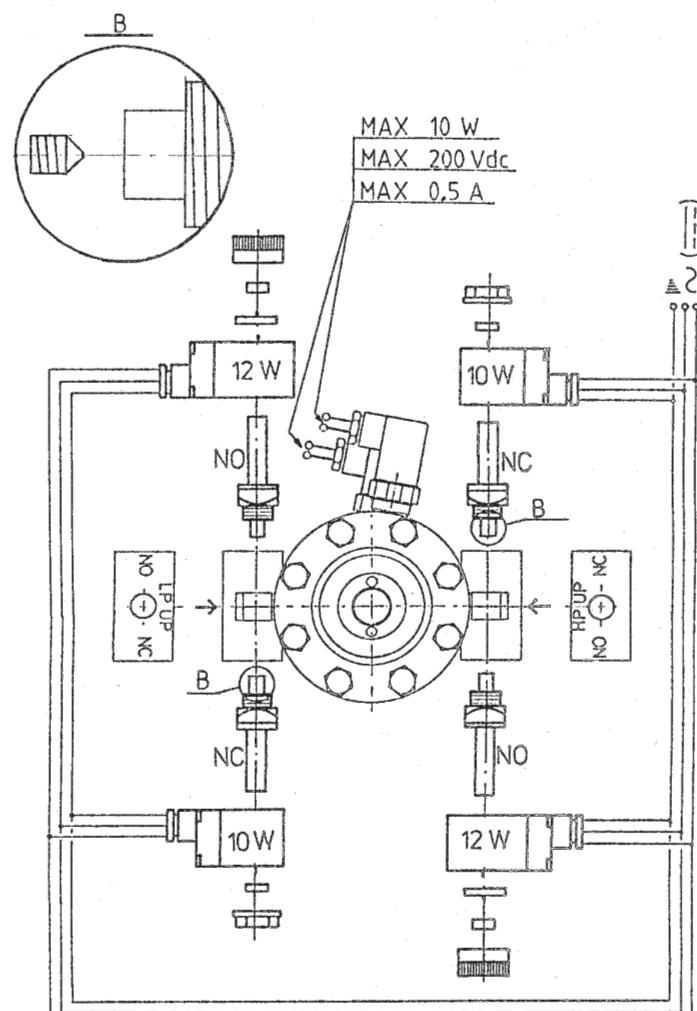

Fig 4
**OBS:** Dæmperdyse monteres i de to magnetventiler, der er mærket NC (Jvf. illustration B, Fig. 4).
Varmgas tilsluttet magnetventilens armatur mærket HP UP (Fig. 4).
Sugetryk tilsluttet magnetventilens armatur mærket LP UP (Fig. 4).
Den elektriske tilførsel skal tilsluttet både de to 10 W og de to 12 W spoler (Fig. 4).
#### Kontaktens tilslutning: (Fig. 4)